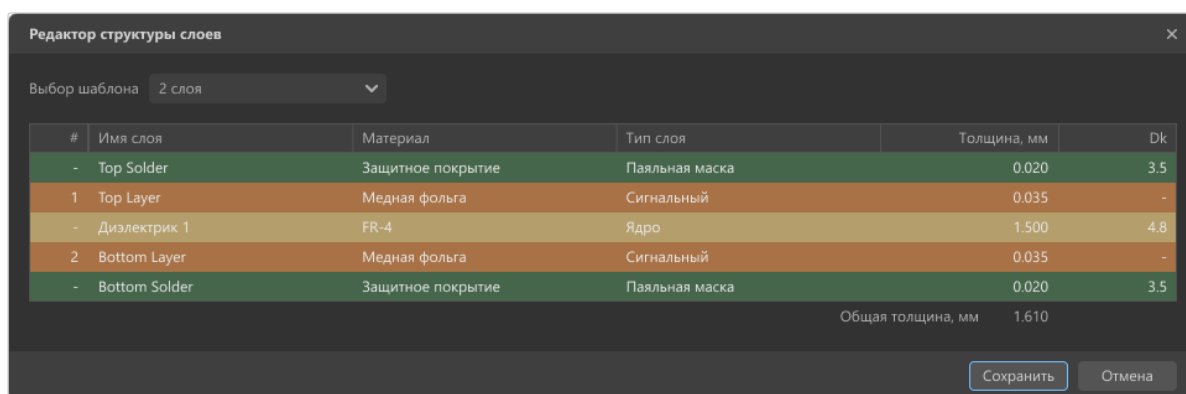

Рисунок 109. Окно «Редактор структуры слоев»
- 2) В открывшемся окне «Редактор структуры слоев» произвести необходимые настройки (см. рисунок 109):